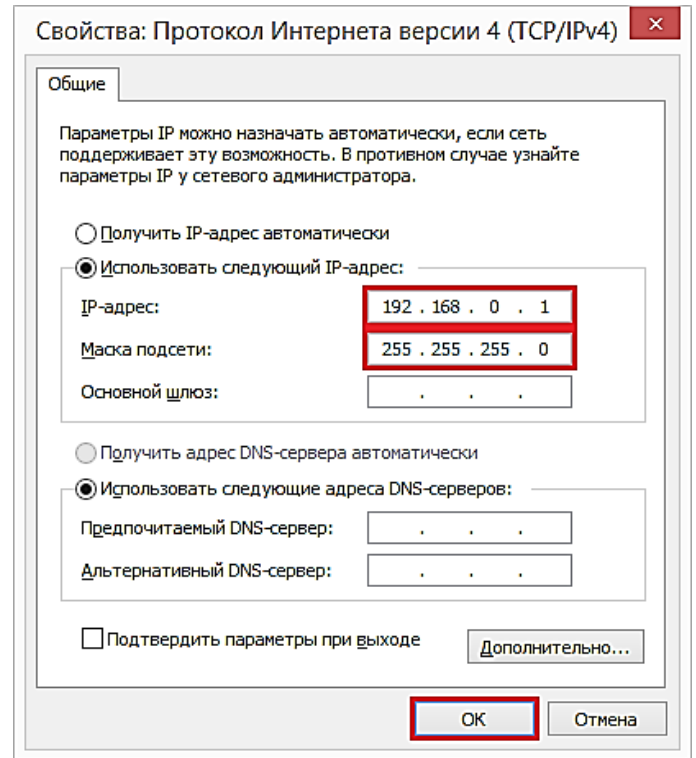

Рисунок 5 – Настройки протокола TCP/IPv4
5. В открывшемся окне установить следующие настройки сети и нажать кнопку «ОК» (рисунок 5).